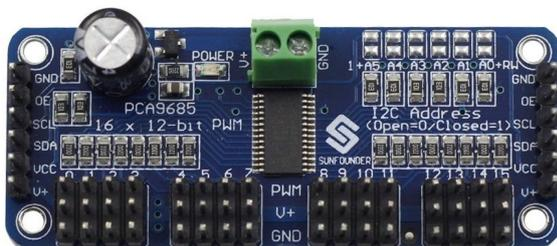

Abb. 1: 16-Kanal Servo Driver (Adafruit)
In [1] haben Christian Bergschneider und Stefan Fuss vorgestellt, wie sich das *Arduino Motor Shield* von Adafruit via I²C-Protokoll am TX(T) betreiben und sich dieser damit um zusätzliche Motor-Anschlüsse erweitern lässt. Von Adafruit gibt es ein weiteres interessantes Arduino-Shield, das ausschließlich für die Ansteuerung von (bis zu 16!) Servo-Motoren gedacht ist und ebenfalls über das I²C-Protokoll angesprochen wird – das *16-Channel 12-bit PWM/Servo Shield*. Erfreulicherweise gibt es davon eine in Anschlüssen und Maßen nicht auf den Arduino zugeschnittene Variante mit sehr kleiner Baugröße: den *16-Channel Servo Driver* (Abb. 1). Dieser Servo Driver ist mit ca. 16 € nicht nur günstiger als das Motor Shield, sondern mit 62,5 x 25,4 x 3 mm auch deutlich kleiner, wenn auch ein paar Millimeter zu lang für das fischertechnik-Batteriegehäuse (32263).
Der Servo Driver benötigt am V+ und GND-Anschluss (Abb. 1, oben Mitte) eine Versorgungsspannung von 5V. Da einzelne Servos unter Last durchaus 1 A und mehr ziehen können, empfiehlt Adafruit für die Ansteuerung mit einer Stromquelle für bis zu 2 A – und beim Einsatz von n Servos die Verwendung eines Kondensators an C2 (Abb. 1, links oben) mit einer Kapazität von $100 \cdot n \cdot 100\mu F$ (nicht im Lieferumfang des Servo Driver enthalten).